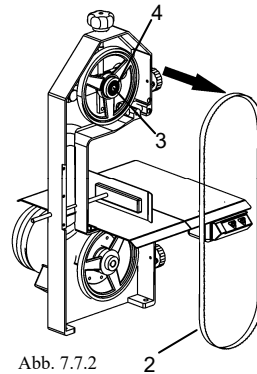

Abb. 7.7.2
- Das Sägeblatt 2 erfassen und aus den Scheiben nehmen (siehe Abb. 7.7.2)